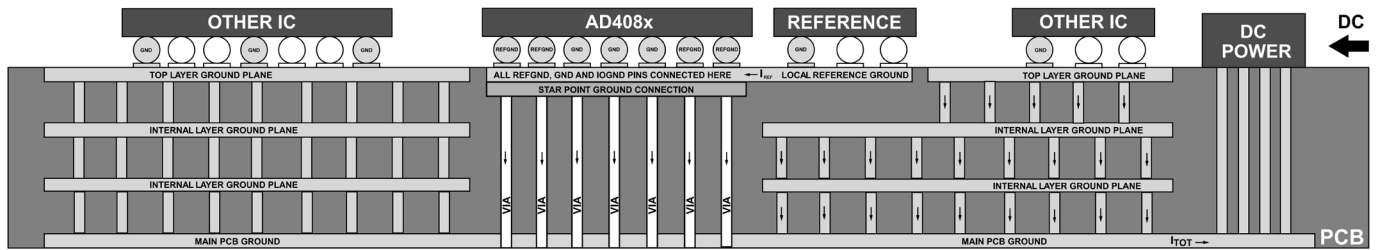

図 108. PCB グラウンド・プレーンの推奨レイアウト
- ▶ グラウンド・プレーンの分布を示す PCB ボードの側面断面図については、図 108 を参照してください。図 108 はグラウンド・プレーンのみを示しており、信号トラックは含まれていないことに注意してください。